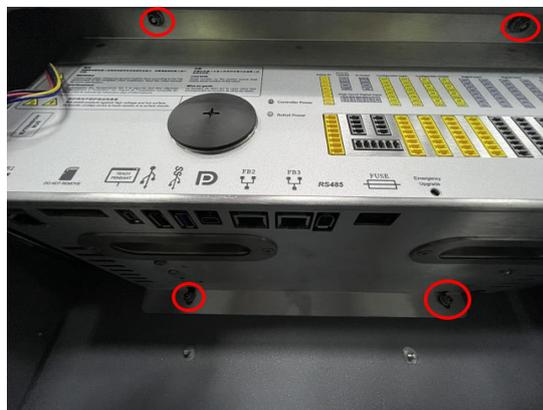

图 3-32 螺母位置
- 将安装钣金模块放回箱体内，并将 4 颗六角法兰面尼龙防松螺母拧紧固定好安装钣金，如图 3-32 所示：